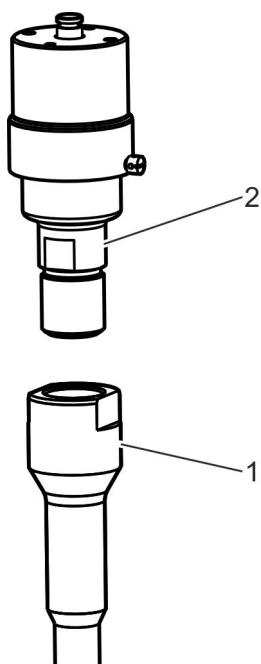

Fig. 17 : Mise en place du carter
- 12.** ▶ Visser légèrement le carter (Fig. 17 /2) de la nouvelle protection à ressort contre la surpression dans le sens horaire sur la tubulure (Fig. 17 /1).